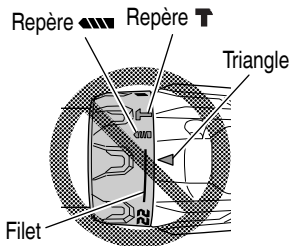

Fig. 14
- Ne pas utiliser avec le sélecteur de débrayage sur le nombre "22" et le trait au milieu du repère de perçage. Cela pourrait provoquer des dommages. (Voir Fig. 14)